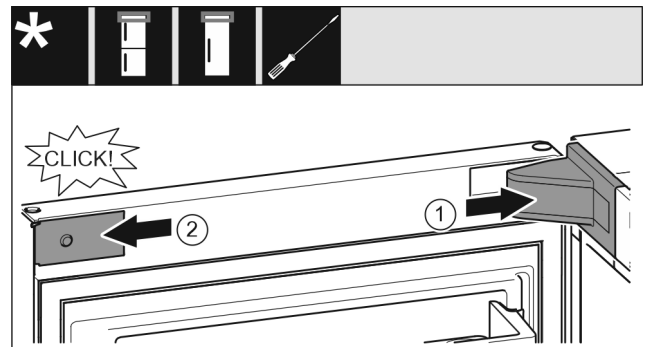

Fig. 22
- ▶ Helyezze fel és pattintsa be a csapágybak felület, szükség esetén óvatosan nyomja szét. Fig. 22 (1)
- ▶ Helyezze fel oldalra a lemezt, és pattintsa be. Fig. 22 (2)